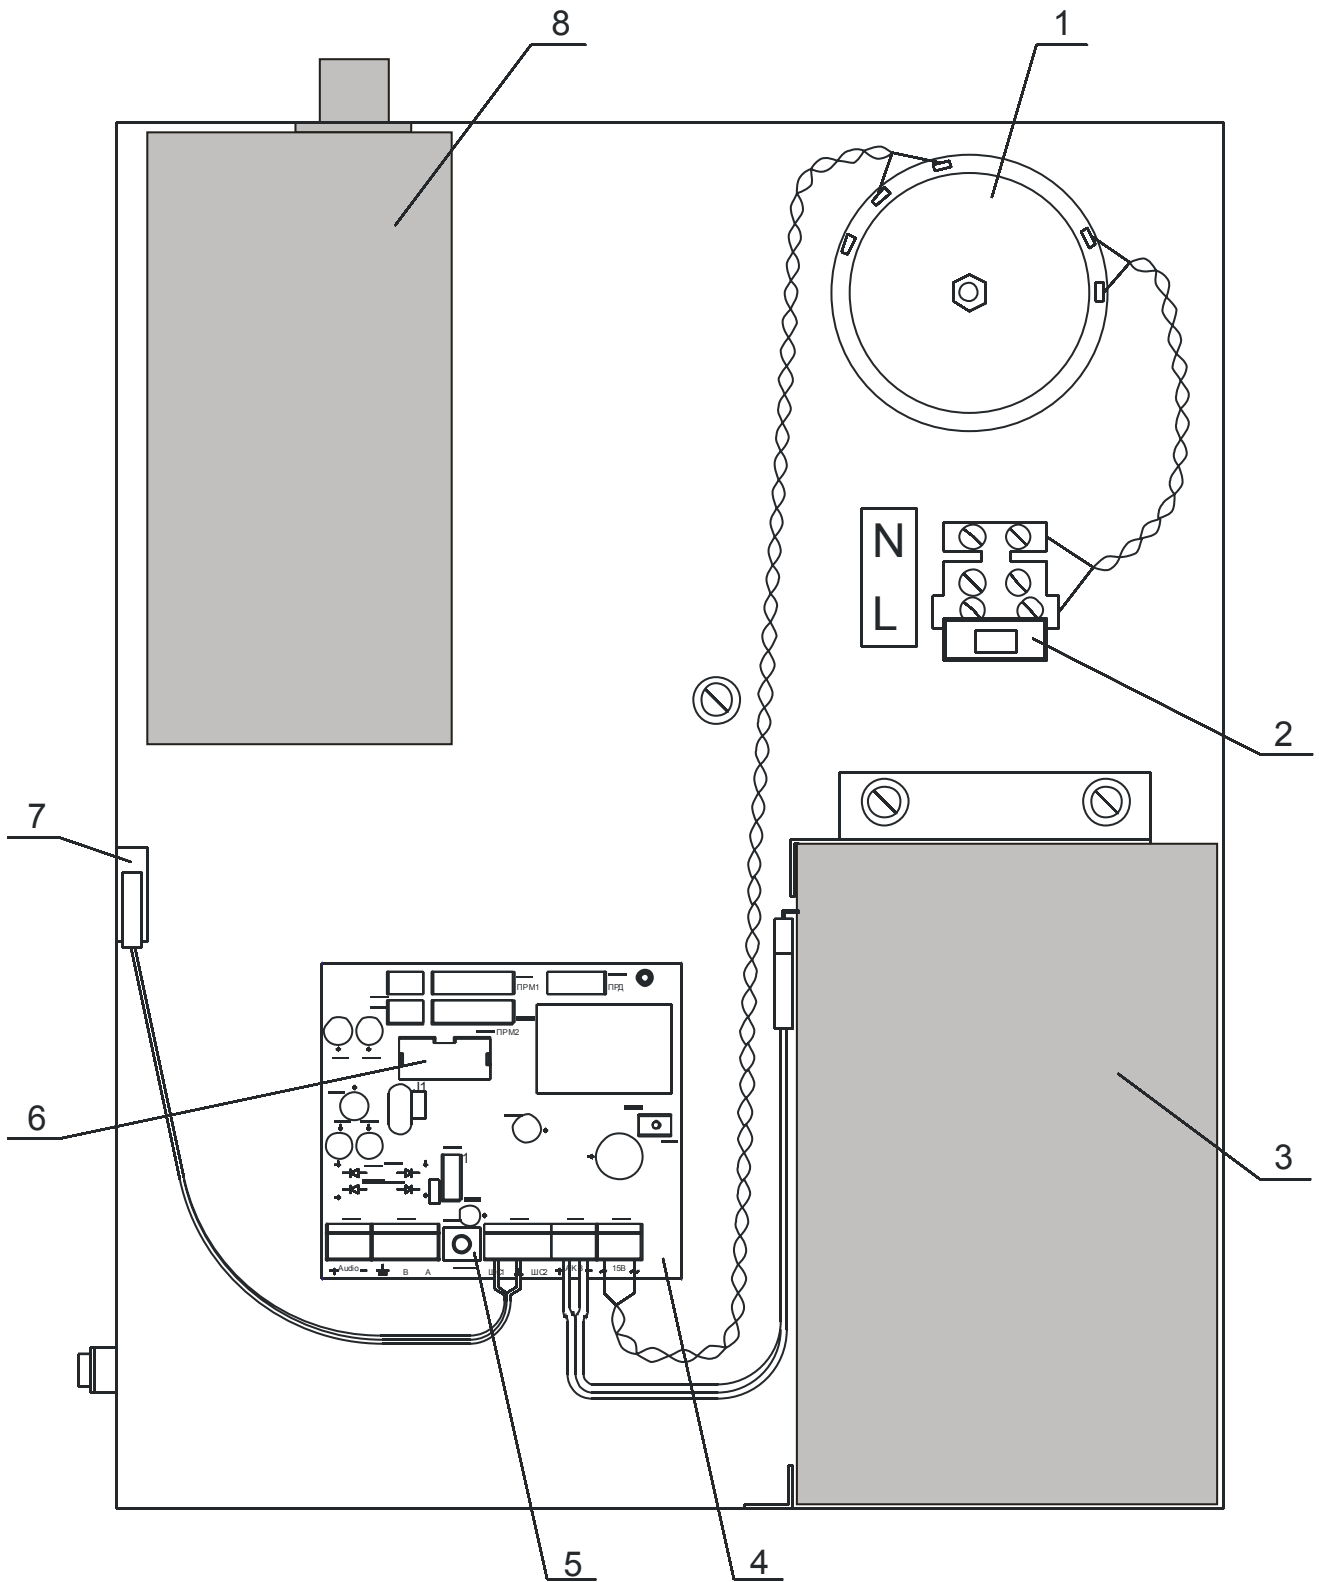

Рисунок 2
1.4.1.3 В корпусе (рисунок 2) установлены: трансформатор питания (1), клеммная колодка с предохранителем(2) для подключения сетевого кабеля, АКБ (3), печатный узел контроллера (4), кнопка «Тест» (5), датчик вскрытия корпуса (7), приемник (8).